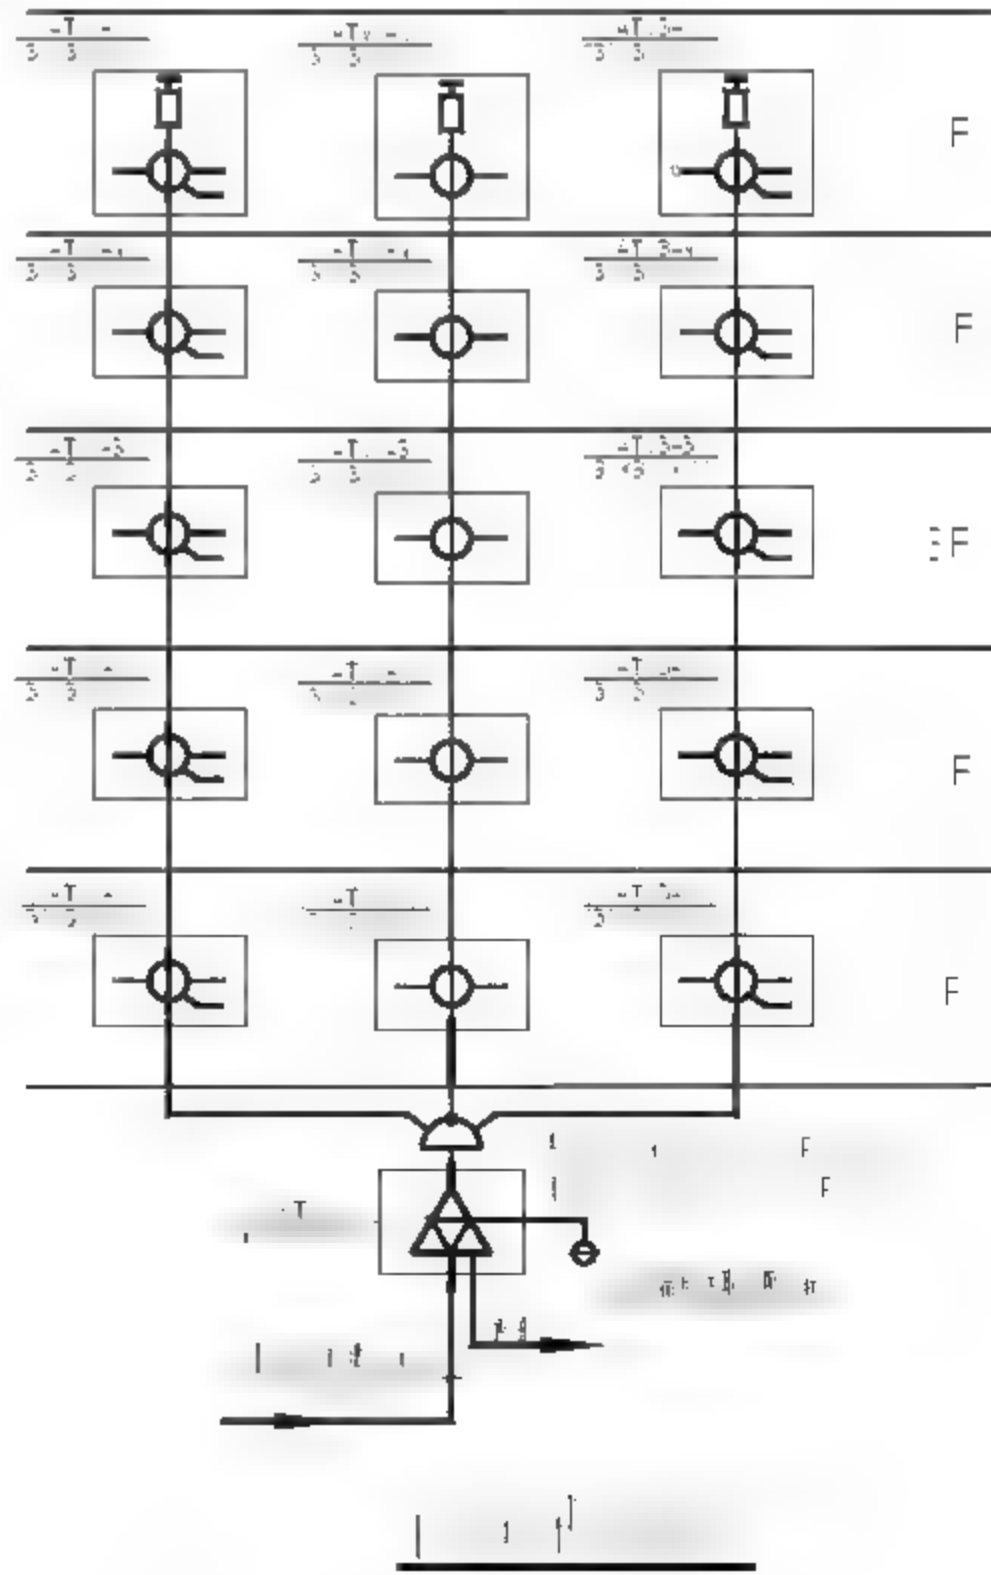

图13-42 图名标注
**03** 调用MT【多行文字】命令，绘制图名标注的结果如图13-42所示。